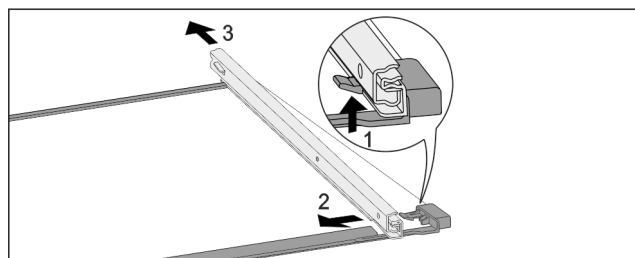

Fig. 244 Ripiano in vetro con guide
- Premere il gancio di fermo anteriore verso l'alto. Fig. 244 (1)
- Far scorrere la guida estraibile di lato Fig. 244 (2) e verso il lato posteriore Fig. 244 (3).